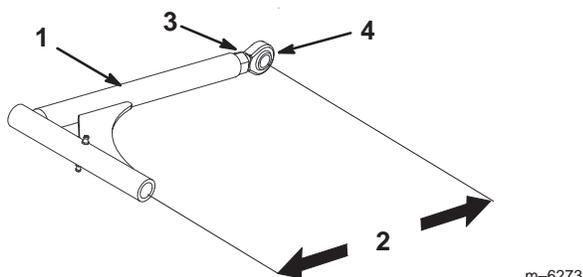

Figure 55
1. Pour régler les bras de poussée, desserrez l'écrou de blocage et tournez la rotule dans le sens anti-horaire, un tour à la fois (Fig. 55).
2. Réglez chaque côté de la même façon. La longueur nominale de chaque bras de poussé doit être de 389 mm (15-5/16 pouces) (Fig. 55).